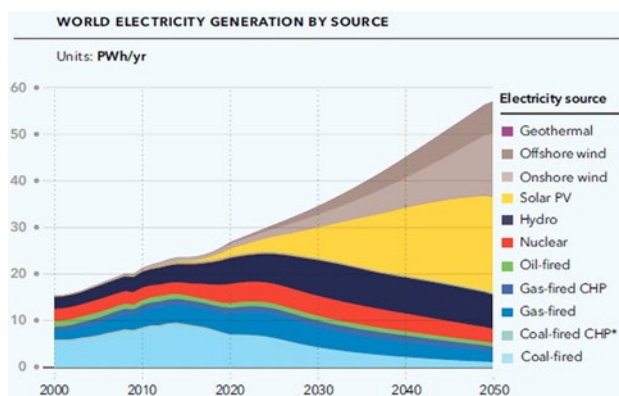

Fig 1 Generación de energía en el mundo divide por origen en Petavatiohora (Peta es 10E15).
El sector energético es actualmente responsable del 75% de las emisiones mundiales de gases de efecto invernadero. La lucha contra el cambio climático requiere una descarbonización radical de la industria energética y la energía solar fotovoltaica es una tecnología central en todos los planes propuestos para una transición energética renovable. La energía solar puede proporcionar electricidad libre de carbono, asequible y omnipresente, y es capaz de superar económicamente a los combustibles fósiles y a otras tecnologías renovables en la mayoría de los lugares del mundo. Los dispositivos fotovoltaicos (FV) que convierten la energía solar en energía eléctrica tienen el mayor potencial para liderar el futuro escenario energético (Fig. 1). Sin embargo, para conseguir un suministro de energía libre de carbono en 2050, la capacidad de generación fotovoltaica instalada en la UE tiene que aumentar a más de 4 TW en 2025, y a 21,9 TW en 2050. Estos objetivos exigen un enorme cambio en la forma de generar y consumir energía.